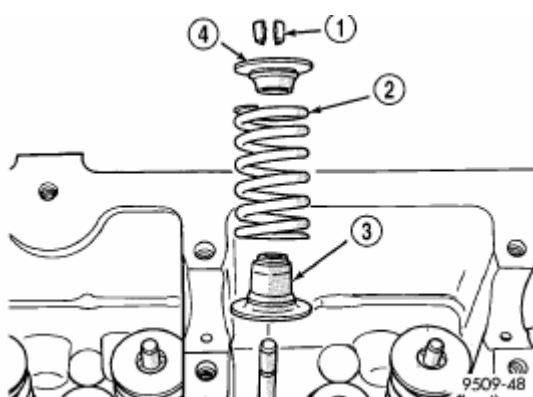

Рис. 27. Уплотнение штока клапана/Седло клапанной пружины – типовой вид.
- (1) Установить подсобранное клапанное уплотнение (маслоотражательный колпачок с опорной шайбой клапанной пружины) (Рис. 27). Напрессовать узел на клапанную втулку.
- (2) При помощи приспособления MD-998772-A с адаптером 6779 для сжатия клапанных пружин установить клапанную пружину, тарелку и сухари, предварительно отрегулировать центрирование приспособления во избежание задиров на стержне клапана.
- (3) Отсоединить воздушные шланги и установить свечи зажигания.
- (4) Установить распределительные валы и крышку головки блока.